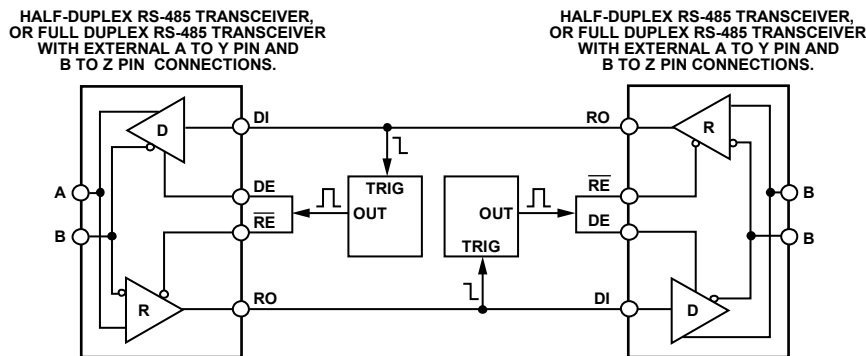

図 2. 簡略化された半二重バイト・タイミング方向制御のブロック図
バイト・タイミング方向制御では、データがリピータの片側に到達すると、受信器の出力 (RO) からワンショット・パルスがトリガされ、反対側のドライバがイネーブルになります (図 2 を参照)。ドライバがデータ・パケット全体を送信できるよう、パルス期間を十分に長くする必要があります。